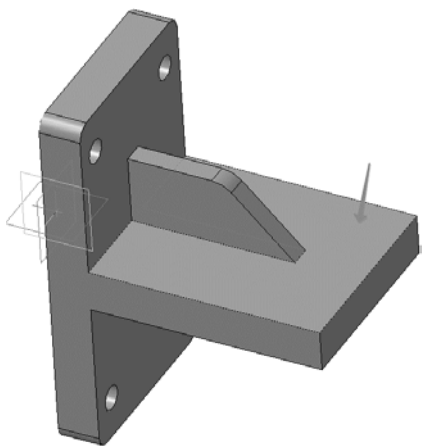

Рис. 64. Выбор начальной поверхности
6.5 В окне модели укажите грань опорной площадки (рис. 64).